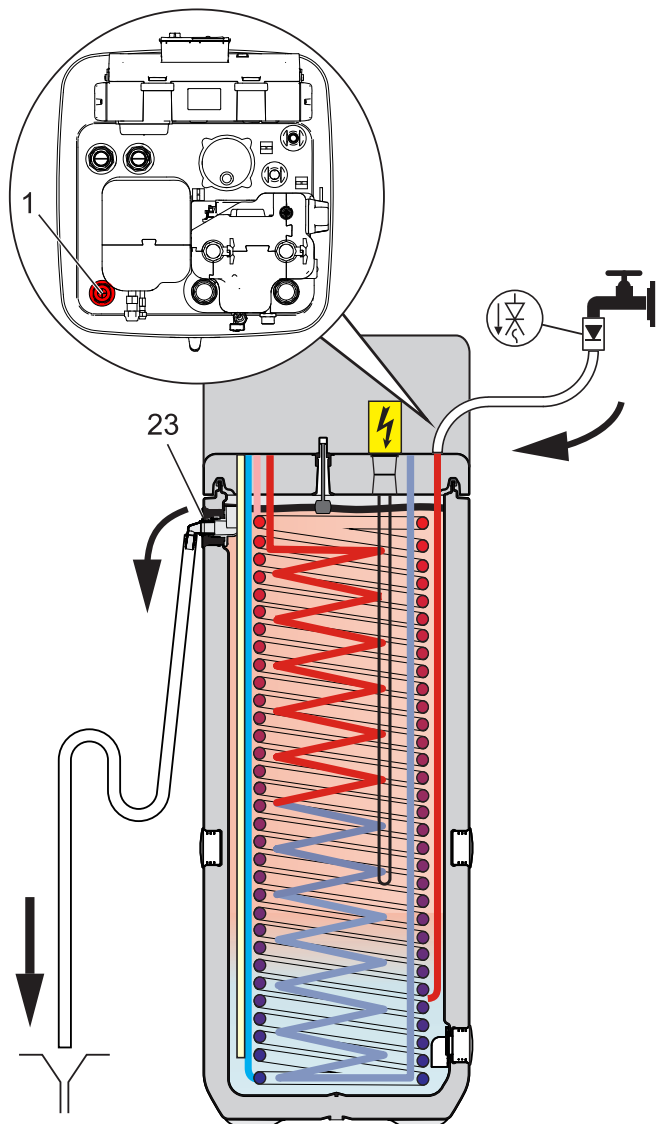

Fig. 57-1 Riempimento serbatoio ad accumulo inerziale - senza sistema solare DrainBack collegato
- 1 Collegare il **tubo flessibile di riempimento** con valvola di non ritorno (1/2") al collegamento "Solare - Mandata" (Fig. 57-1, pos. 1).
- 2 Riempire il serbatoio dell'accumulatore della Daikin Altherma EHS(X/H) **fino a quando l'acqua esce dal collegamento di troppopieno** (Fig. 57-1, pos. 23).
- 3 Riempire il serbatoio dell'accumulatore della Daikin Altherma EHS(X/H) **fino a quando l'acqua esce dal collegamento di troppopieno** (Fig. 57-1, pos. 23).